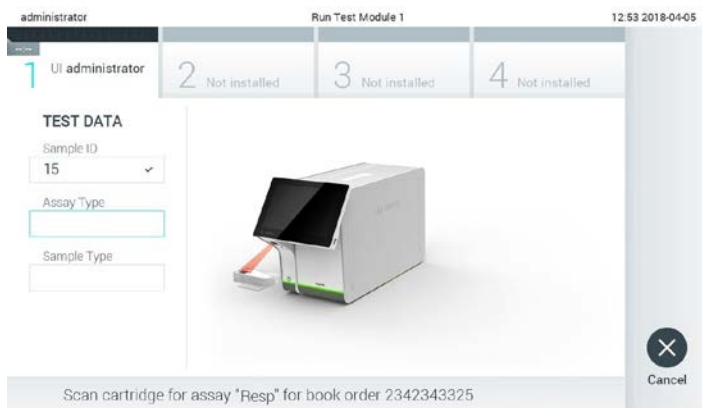

図 74. QIAstat-Dx assay cartridge バーコードをスキャン。
4. ホストからの検査依頼取得に成功した場合は、「Scan cartridge for assay <assay_name> and book order <order_number>」 (<assay_name> (アッセイ名) > アッセイおよび予約依頼 <order_number> (依頼番号) > のカートリッジをスキャン) と表示されます。指定された QIAstat-Dx assay cartridge のバーコードをスキャンします (図 74)。